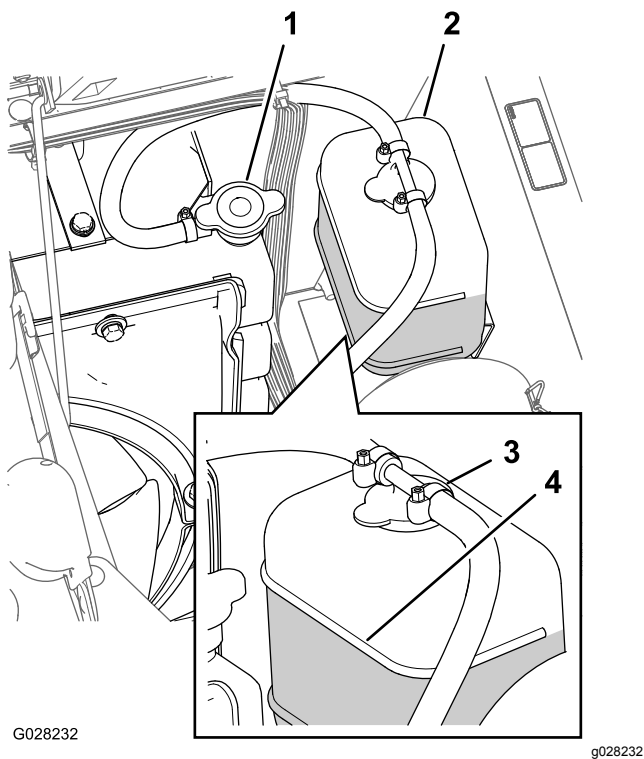

Figure 71
2. Lorsque le moteur est froid, retirez le bouchon du radiateur (Figure 71).
6. Retirez le bouchon de radiateur (Figure 71).
8. Démarrez le moteur en ayant serré légèrement le bouchon sur le radiateur (Figure 71).
10. Une fois le liquide de refroidissement chaud, faites l'appoint jusqu'à la surface d'étanchéité du bouchon et serrez ce dernier (Figure 71).
11. Ouvrez le bouchon du vase d'expansion et remplissez de liquide de refroidissement jusqu'au niveau à froid (Figure 71).